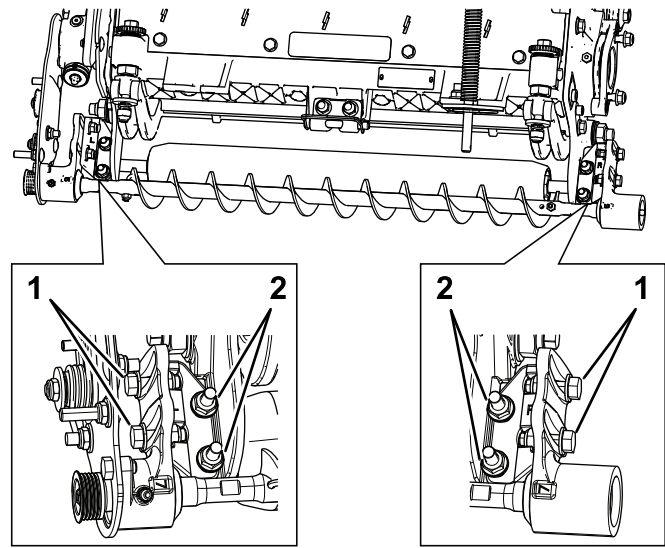

图 13
- A. 松开将滚筒刷安装支架固定到滚刀组侧板上的 2 个凸缘锁紧螺母图 13。
- B. 旋转滚筒刷轴承座直到滚筒刷侧板与滚刀组侧板保持平行图 13。
- C. 拧紧将滚筒刷安装支架固定到滚刀组侧板上的 2 个凸缘锁紧螺母图 13。
1. 松开将每个滚筒刷轴承座固定到滚筒刷安装支架上的 2 个螺栓图 13。